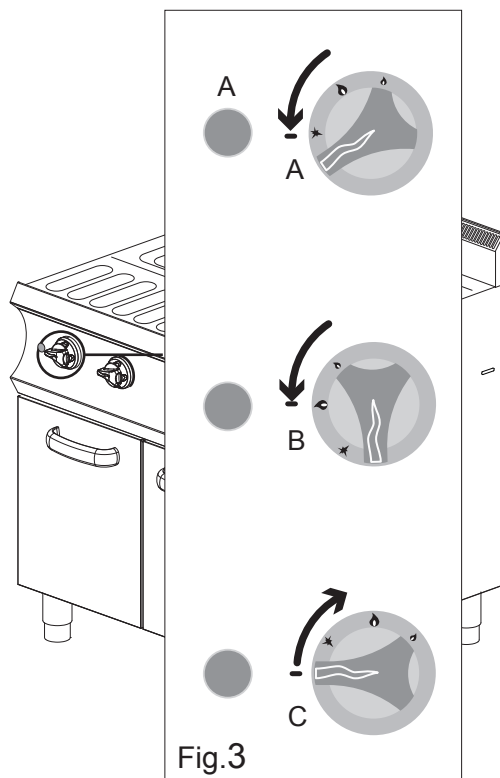

Fig.3
- нажать и повернуть рукоятку в положение розжига, одновременно несколько раз нажать кнопку для создания искры воспламенения запальника (рис. 3А).
- После завершения включения запальника повернуть рукоятку в нужное положение (рис. 3В).
- Повернуть в положение «0» (рис. 3С)) рукоятку для выключения изделия в конце рабочего цикла.